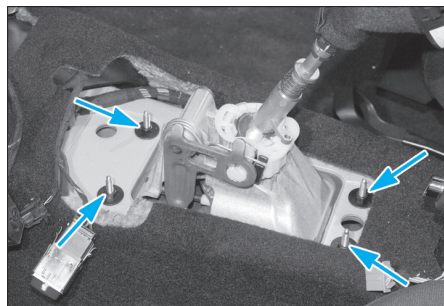

Fig. 11
- le pommeau (3) de levier de vitesses (flèche),
- les quatre écrous (Fig.11).